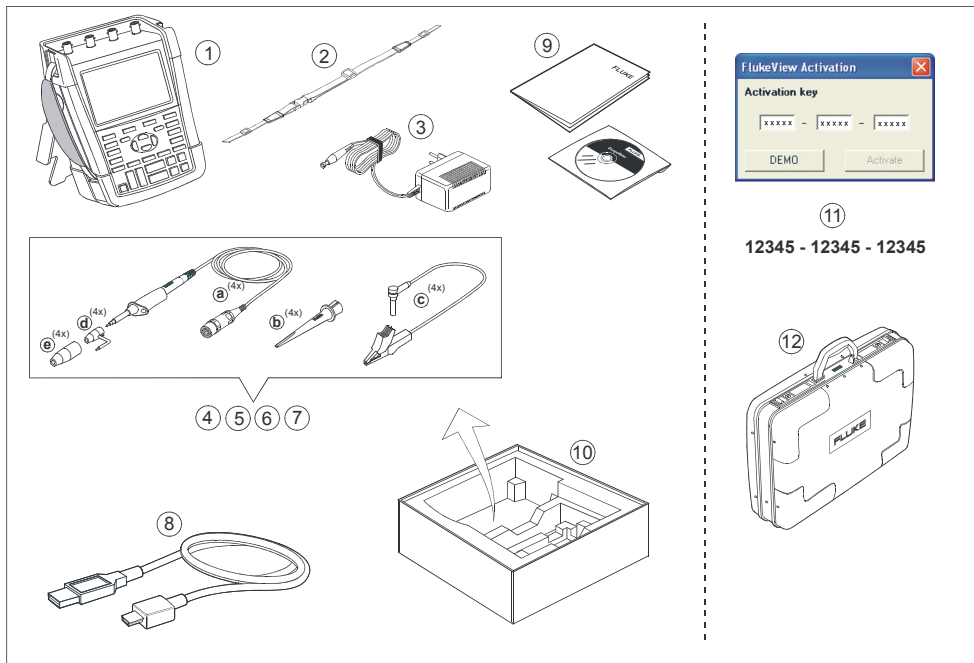

Рис. 1. Комплект принадлежностей прибора ScopeMeter
- Запрещается подключать заземляющий пружинный контакт (рис. 1, элемент d) к потенциалу, превышающему 42 В (пиковое значение) или 30 В (среднеквадратичное значение) относительно потенциала земли.